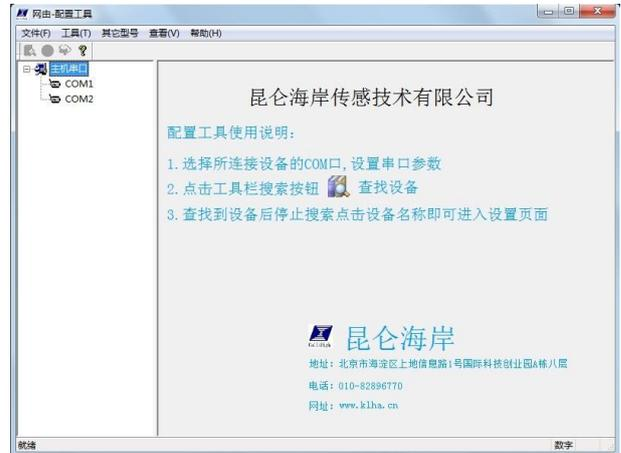

图 6-2
- 3、在电脑上双击网由-配置工具. EXE，打开网由-配置工具，如图 6-2 所示；